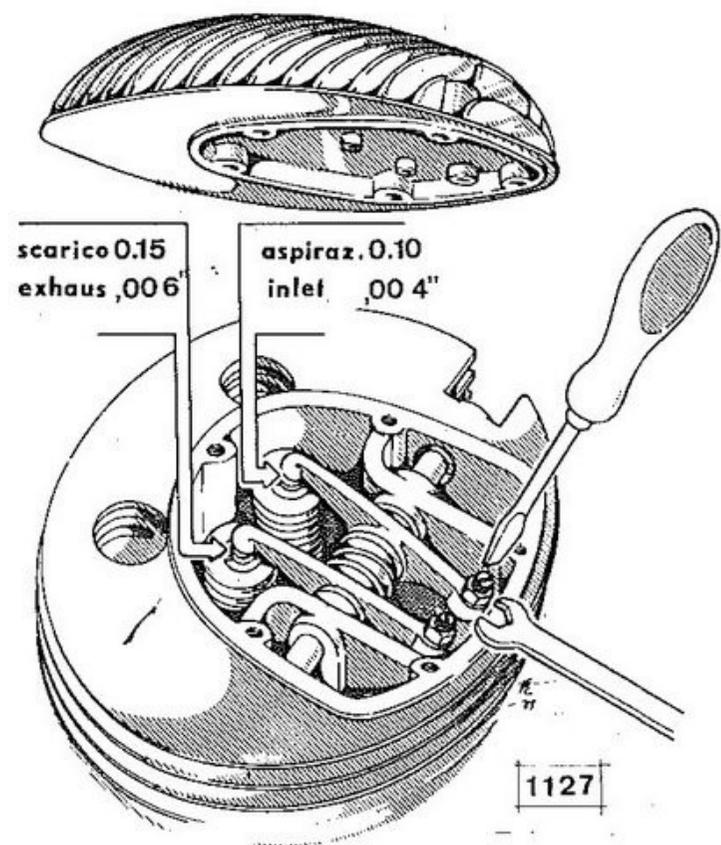

Fig. 13
2. Registrare il gioco tra bilancieri e valvole (vedi fig.13).